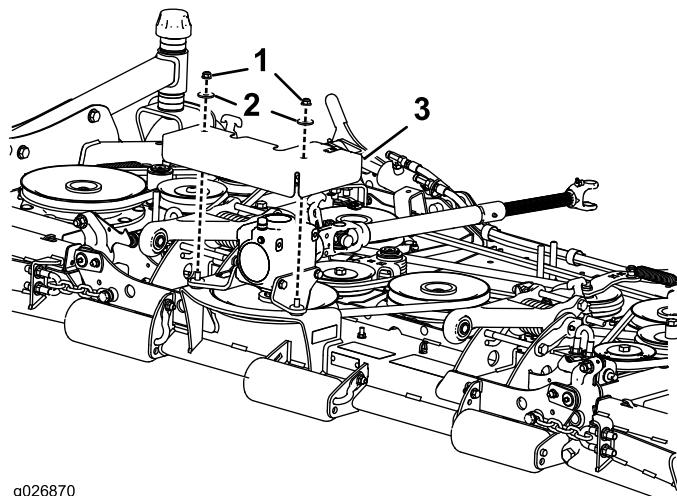

Figura 2
2. Rimuovete i 2 dadi e le 2 rondelle sull'attacco degli ingranaggi e montate il coperchio della puleggia sull'apparato di taglio (Figura 2).